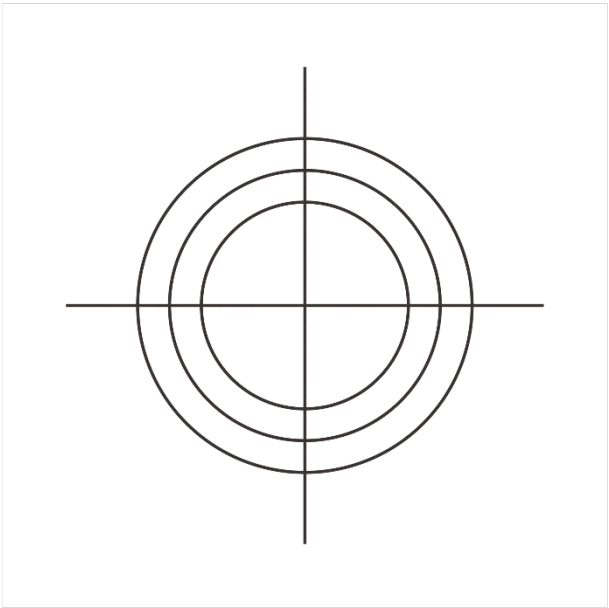

图 5-2 物料在加工区放置准确度示意图
- (1) **物料摆放：**机器人将物料从原料区搬运到加工区，并垂直放置在地面色环上，根据物料放置的准确度计算得分。物料垂直投影与色环线位置如图5-2 所示（环号从内向外依次为 1-6），得分细则如表 5-2 所示，该评判标准为非线性评分。在放置过程中，只要物料与地面接触即为放置完毕，并按照此位置确定环数，如果在过程中不小心碰到已经放置好的物料，物料的环数以最终呈现的状态为准。